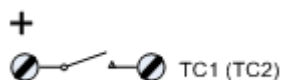

Рисунок 16 Подключение датчика ТС типа “сухой контакт”
- “сухой контакт” (см. Рисунок 16);